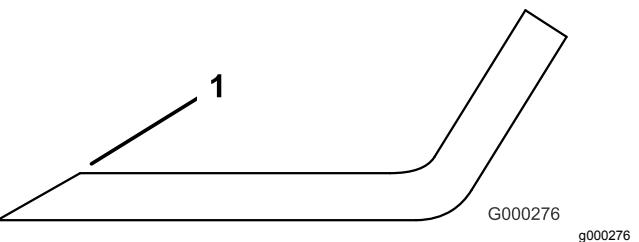

図 33
3. 全部のブレードの刃先を丁寧に点検する。刃先が鈍くなっていたり欠けていたりした場合には研磨する。研磨は刃先の上面だけに行い、刃の元々の角度を変えないように十分注意する図 33。ブレードの左右を均等に削れば、バランスを狂わすことなく研磨を行うことができる。